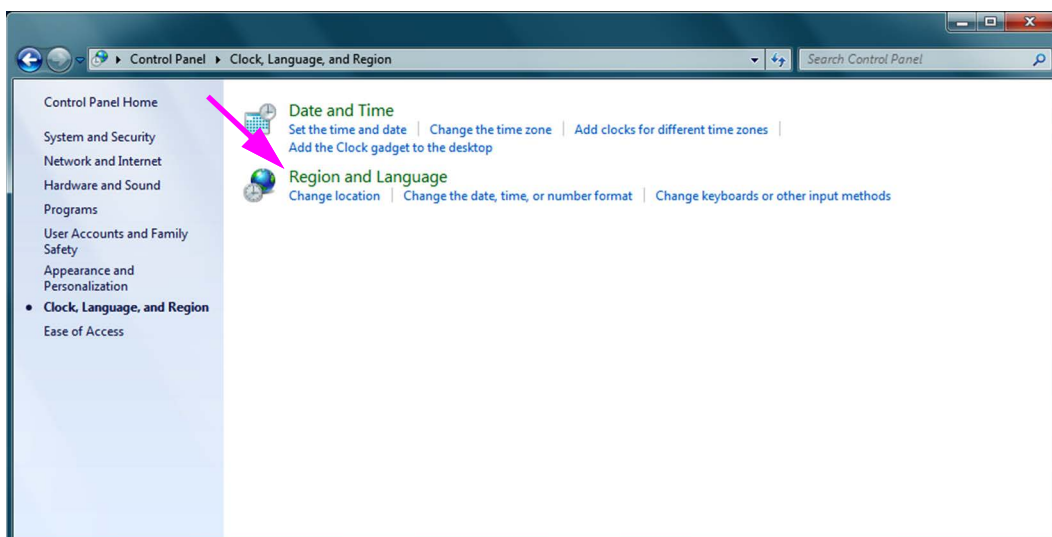

Figure C-14. Fenêtre Clock, Language, and Region (Horloge, langue et région)
4. La fenêtre Clock, Language, and Region (Horloge, langue et région) apparaît (cf. Figure C-14). Cliquez sur **Region and Language (Région et langue)**.